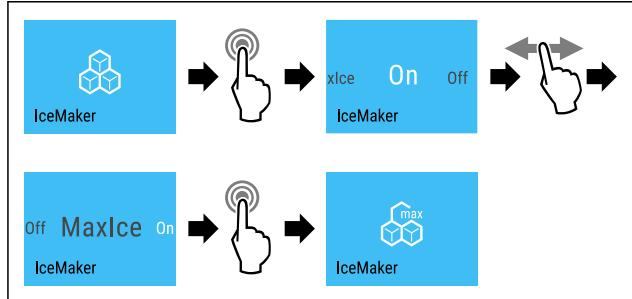

Fig. 18
- Выполните шаги действия (см. Fig. 18).